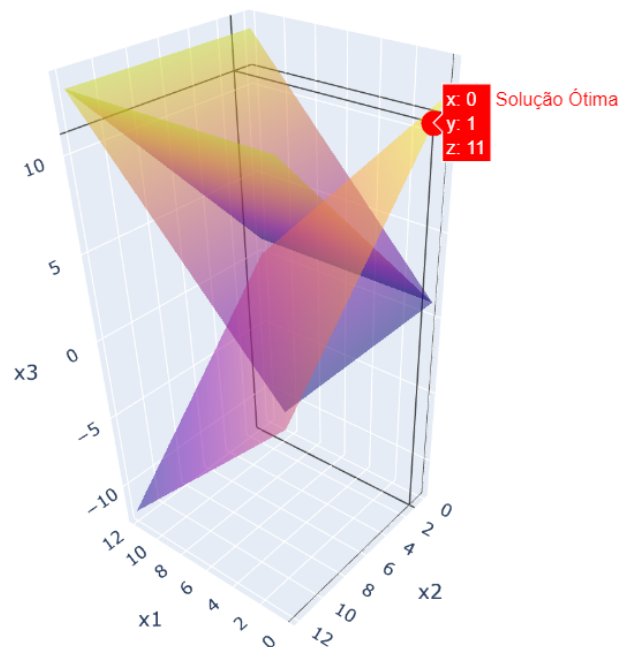

Figura 12: Visualização 3D do 5º Problema
**2. Visualização 3D:** A Figura 12 apresenta uma representação tridimensional da região factível, exibindo a intersecção das restrições no espaço  $x_1x_2x_3$ .
#### 4.7.2 Análise do Gráfico 3D (Figura 12)
A Figura 12 oferece uma visão espacial da região factível.
Representação da região factível delimitada pelos planos de restrições e da solução ótima (esfera vermelha), na figura 12.